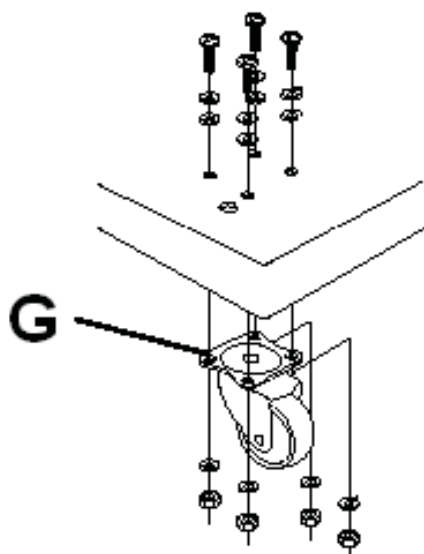

Рис. 2
- Прикріпіть чотири ролики до нижньої сторони основи за допомогою болтів з контршайбами та гайками. (Рис. 2)